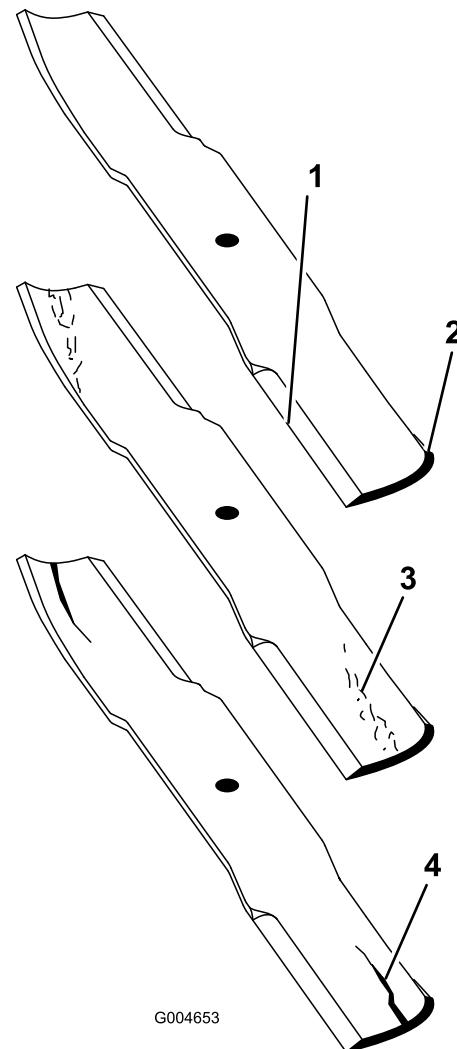

Bild 117
2. Prüfen Sie die Schnittkanten des Messers sorgfältig, insbesondere dort, wo die geraden Flächen die gebogenen berühren (Bild 117).
Hinweis: Da Sand und anderes reibendes Material das Metall abschleifen kann, das die flachen mit den gebogenen Teilen verbindet, müssen Sie das Messer vor jedem Einsatz des Rasenmähers prüfen. Wenn Sie Abnutzungen feststellen (Bild 117), sollten Sie das Messer auswechseln.